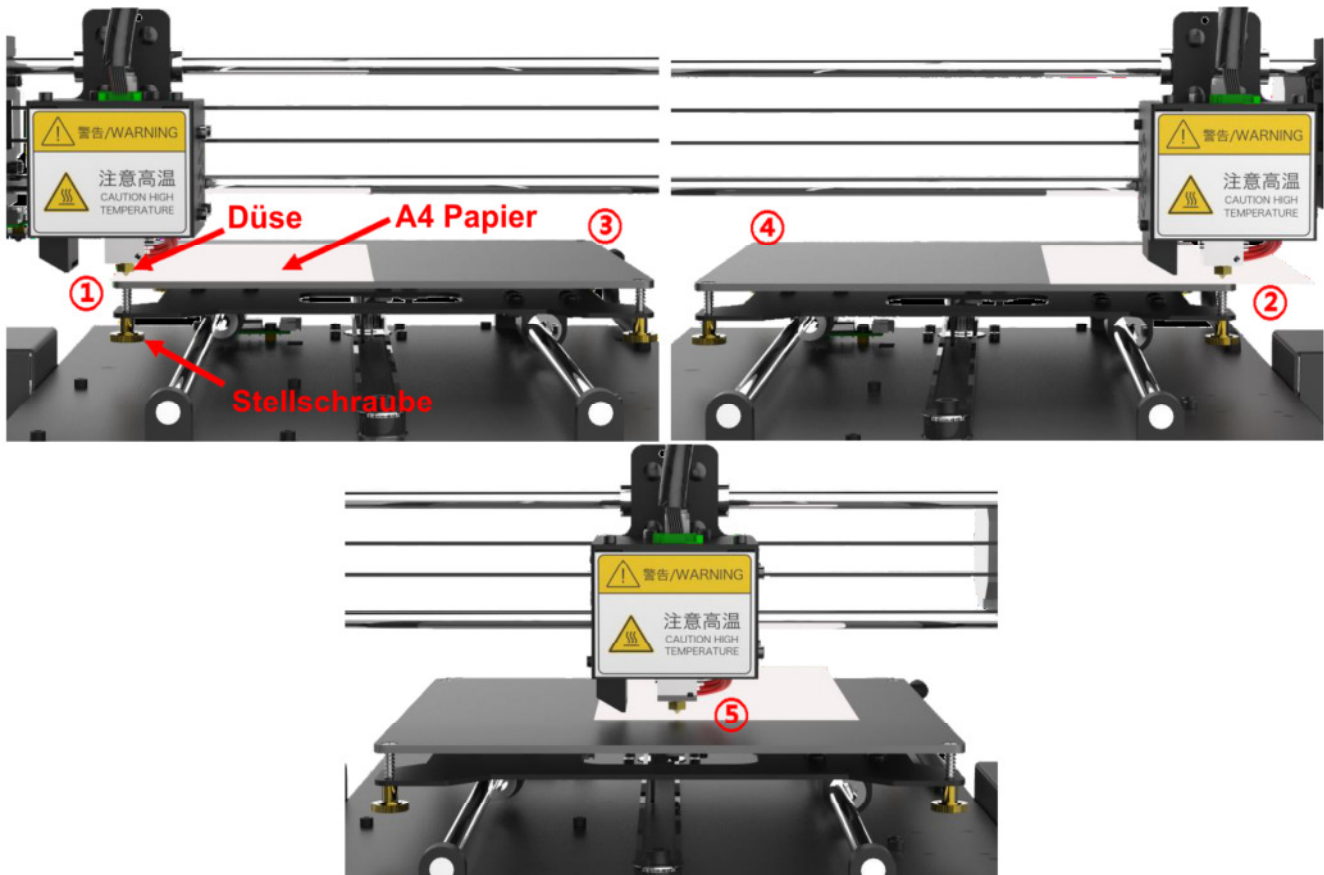

Abbildung 9
Schritt 4 Legen Sie ein Blatt Papier auf die Druckplattform und bewegen Sie Druckkopf und Plattform dann manuell hin und her, um den Druckkopf zu den 4 Ecken und zur Mitte zu bewegen (①•②•③•④•...), wie in **Abb. 9** gezeigt. **(Vermeiden Sie das Abreiben der Düse gegen Plattform direkt, ohne Papier dazwischen zu legen!)**